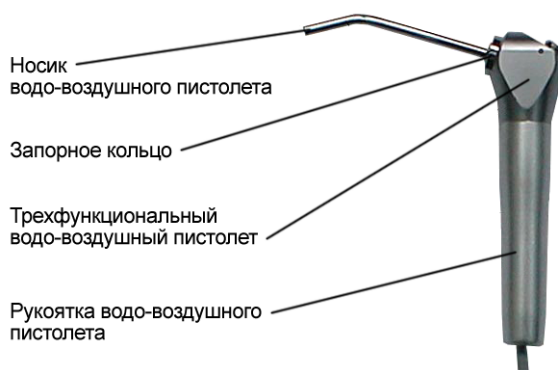

Рис. 8. Трехфункциональный водо-воздушный пистолет
- Нажмите запорное кольцо, вставьте носик водо-воздушного пистолета; отпустите кольцо – носик будет зафиксирован (см. рис. 8).